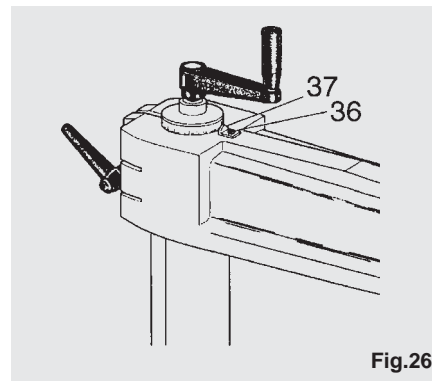

Fig.26
Als de arm eenmaal loodrecht op de aanslagstijl staat kan men de schaal op de arm afstellen (zie fig.26). Draai schroef (36) los en zorg dat de schaal (37) samensvalt met positieve 0 van de schaalverdeling.